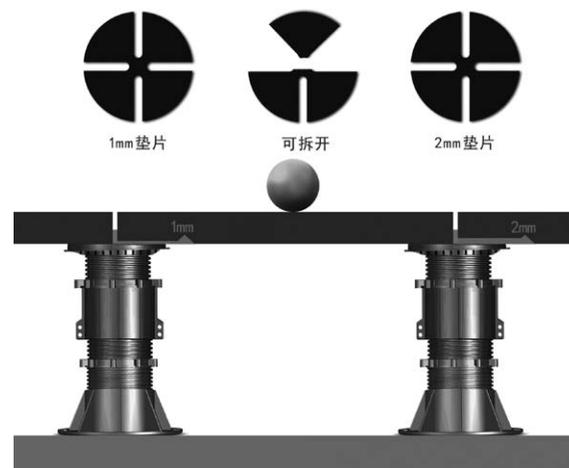

图9 垫片操作示意图
- (1) 工具：尼龙线、水平尺、L型钩工具、橡皮锤、美工刀等。
- (2) 石材精度要求：要求石材长度、宽度、厚度以及对角线尺寸偏差控制在 $\pm 1\text{mm}$ ，无裂纹、掉角和缺棱等缺陷，否则会影响安装进度及铺装效果。
- (3) 根据设计尺寸拉十字控制线，摆放YKL[®]易卡联万能支撑器并调整高度和坡度。
- (4) 安装石材之前，应先放置橡胶垫片，再放置石材。石材加工过程中往往存在厚度不均的问题，安装过程中可通过垫片进行高度微调，消除石材自身的偏差。垫片规格为1mm和2mm厚，根据石材厚度偏差情况可增减垫片进行微调垫片最多不能超过3片，垫片可拆开使用，如图9所示。